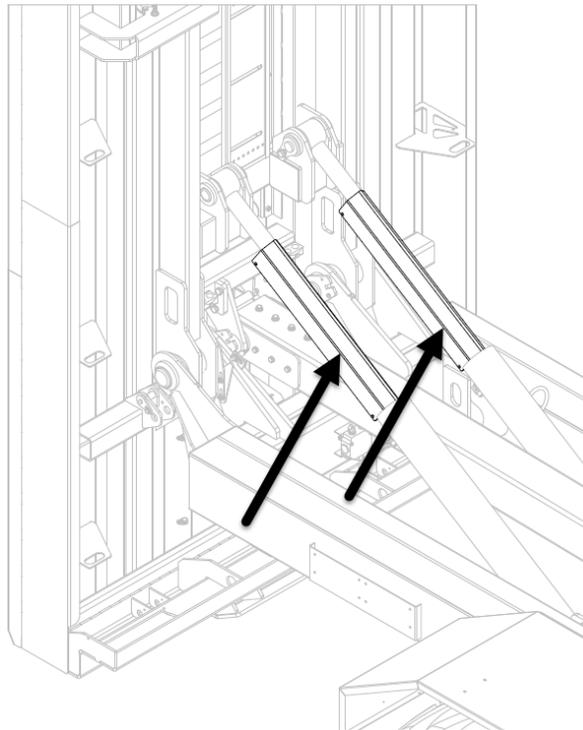

рисунок 39 — Страховочные стойки платформы тьюкопогрузчика
2. Установите стойки на штоки цилиндров (см. рисунок 39).